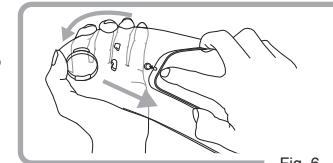

Fig. 6
2. Remover a Lente de Inserção Original Pinlock® dos pinos excéntricos dobrando a viseira. (Fig.6)